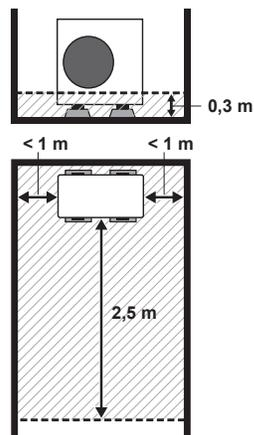

Abb. 3-6
- Wenn der Abstand zwischen beiden Seiten der Anlage und der Wand weniger als 1 m beträgt, die Schutzzone wie folgt festlegen: (Abb. 3-6)